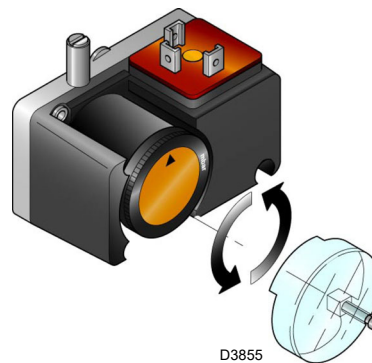

Fig. 30
- Régler le pressostat gaz seuil minimum (Fig. 30 à la page 32) en début d'échelle.
Effectuer le réglage du pressostat gaz seuil minimum (Fig. 30) après avoir réglé le brûleur, les vannes de gaz et le stabilisateur de rampe.